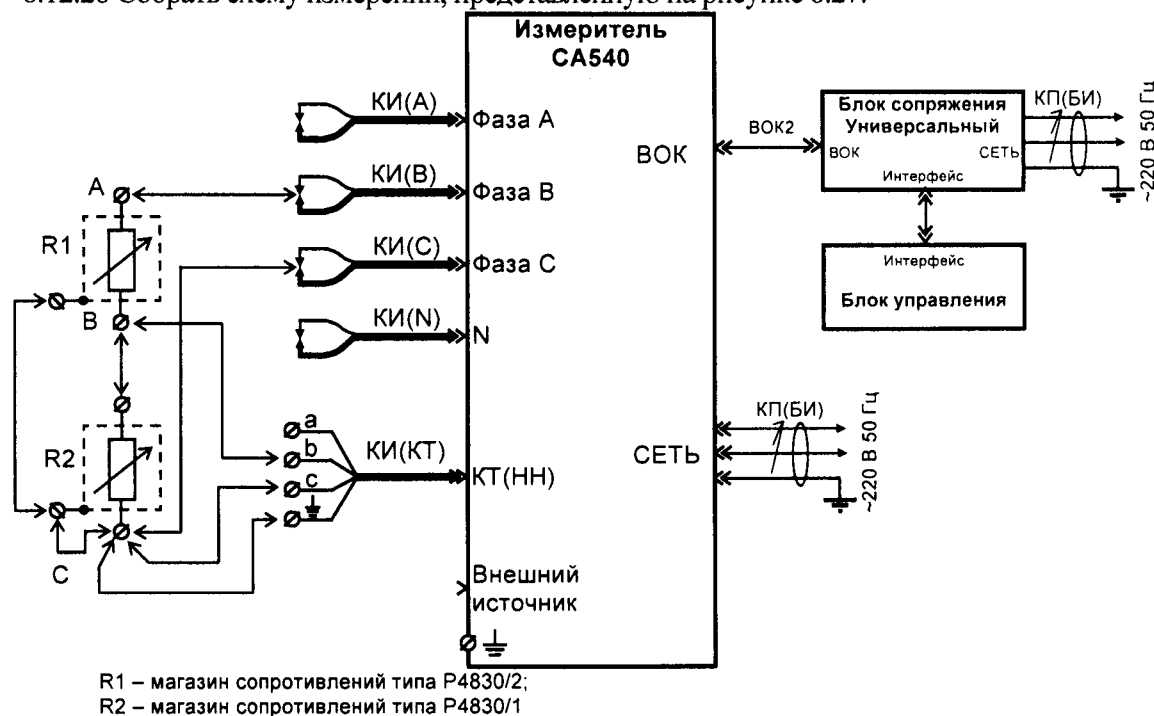

Рисунок 8.27
- 8.12.35 Подключить вывод "в" кабеля КИ(КТ) к точке "С" делителя, а вывод "с" кабеля КИ(КТ) – к точке "В" (рисунок 8.27).